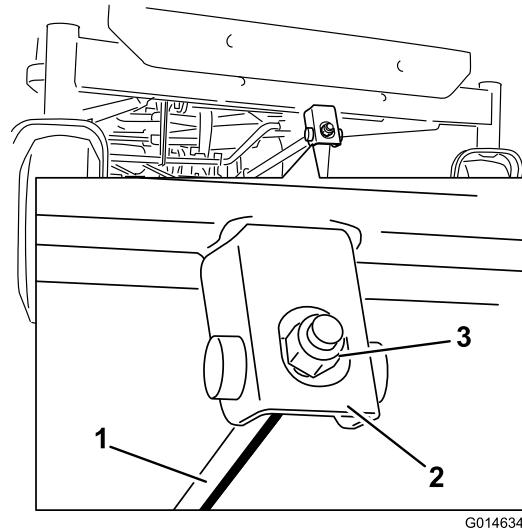

Figura 58
- Para ajustar la inclinación longitudinal, gire la tuerca de ajuste de la parte delantera del cortacésped (Figura 58).